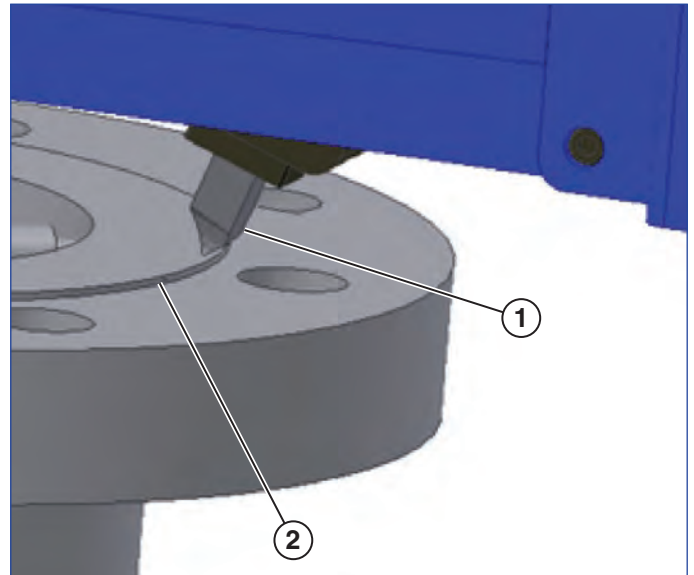

Figura 13
- Usare la chiave a cricchetto per posizionare la placchetta dell'utensile appena sopra il diametro esterno della superficie che deve essere lavorata (*vedere la Figura 13*).